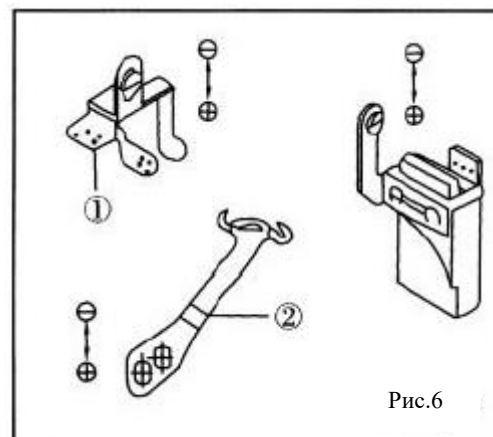

Рис.6
6.2. Регулировка натяжения игольной нити. Рис.6.